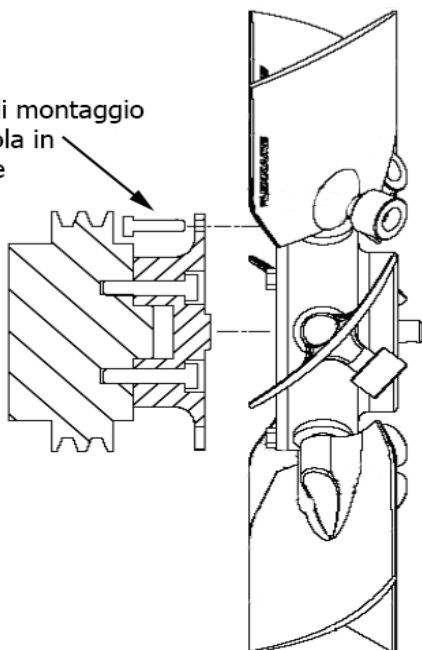

Figura 5
4. Rimuovere il tappo utilizzato per il trasporto dal lato posteriore della ventola. Posizionare la ventola Flexxaire sull'adattatore (fare riferimento alla Figura 5) e stringere i bulloni come segue: